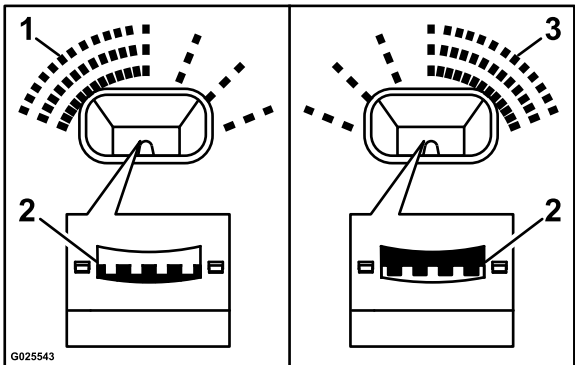
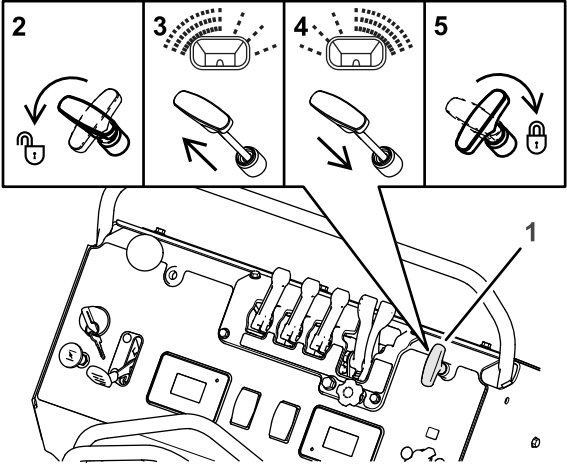

Figura 33
Figura 34
Si el esparcidor distribuye el material de forma desigual de un lado a otro – demasiado cargado/ligero en un lado (ver Figura 33 y Figura 34) – ajuste el patrón de esparcido.
1. Desbloquee el control del patrón de esparcido girando la maneta 90° en sentido antihorario, según se muestra en la Figura 34, 2.
- Si se esparce demasiado material en el lado izquierdo de la máquina, tire del control del patrón de esparcido un poco hacia arriba; consulte Figura 34, 3.
patrón de esparcido un poco hacia abajo; consulte Figura 34, 4.
3. Bloquee el control del patrón de esparcido girando la maneta 90° en sentido horario; consulte la Figura 34, 5.